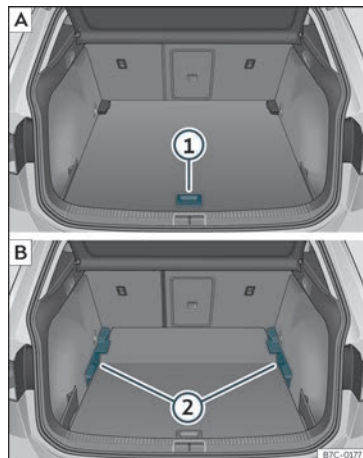

Fig. 114 Piso variable do maleteiro: [A] posición alta; [B] posición baixa.
- Para pasar da posición baixa á alta, levante o piso pola asa»» fig. 114 ①, puxe cara atrás ata que a parte dianteira do piso supere totalmente os soportes»» fig. 114 ②.
- Desprace sobre estes o piso cara adiante ata que faga tope no respaldo dos asentos posteriores e, a continuación, baixe o piso coa asa ①.
- Para pasar da posición alta á baixa, levante o piso pola asa»» fig. 114 ①, puxe cara atrás ata que a parte dianteira do piso supere totalmente os soportes»» fig. 114 ②.
- Deixe caer a parte anterior contra o piso e empúxeo cara adiante ata que faga tope no respaldo dos asentos posteriores baixando ao mesmo tempo o piso coa asa ①.
- Co piso variable en posición alta, levánteo pola asa»» fig. 114 ①, puxe dela e empuxe cara ao respaldo dos asentos posteriores ata que se dobre o piso pola liña de bisagra e a parte móbil do piso repouse sobre el.
- Para pasar da posición alta á baixa, levante o piso variable pola asa»» fig. 114 ① e puxe cara atrás un pouco.
- Empuxe o piso variable cara aos asentos posteriores coa asa ① facendo un pouco de presión cara abaixo para que a parte móbil do piso estea en liña cos respaldos dos asentos posteriores.